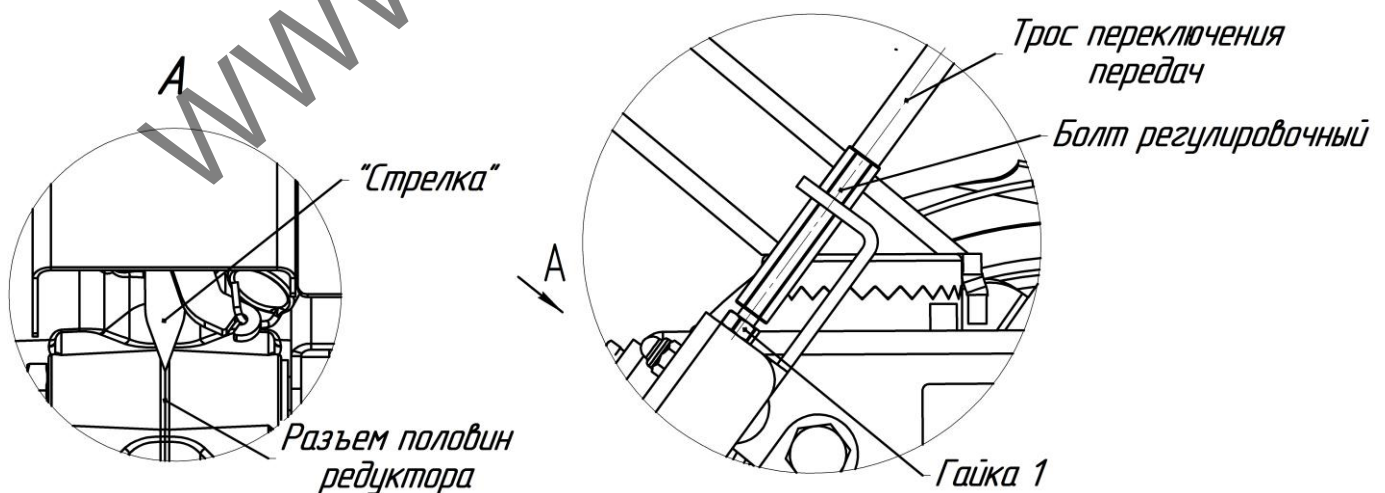

Рис.17 Регулировка переключения передач
2. Проверить расположение "стрелки" на редукторе, она должна указывать на разъем половин редуктора (рис.17).
3. Если "стрелка" смещена относительно разъема половин редуктора, то необходимо расконтрить Болт регулировочный отвернув Гайку 1 (рис.17).